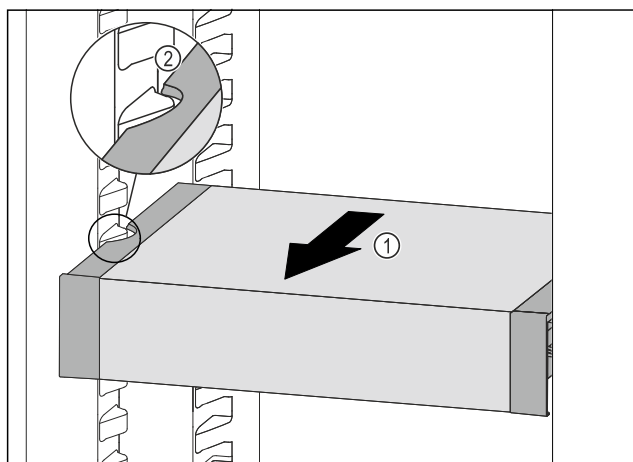

Fig. 114
- ▶ Táhněte VarioSafe dopředu Fig. 114 (1), dokud nebudou boční vybrání VarioSafe na úrovni žebrování na nádoby v chladničce. Fig. 114 (2)